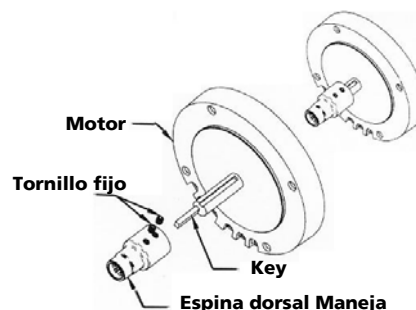

Figura 8- Acoplador motriz de Túnel
1. Quite cuatro cerrojos del cuerpo de bomba y jale suavemente la asamblea de bomba del motor, reemplace el motor si necesario, vea Figura 8.